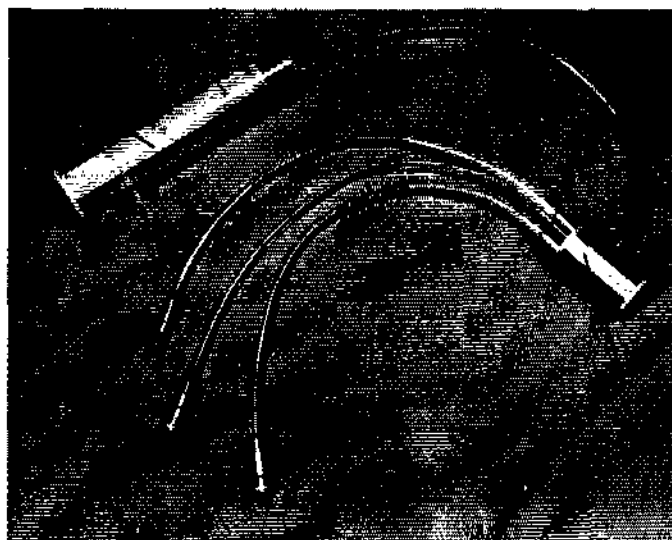

Рисунок 11 Устройство заполнения каналов УЗК
- при открытом резиновом клапане инструментального канала 21 (рисунок 1) вставить в него до упора разъем 4 устройства заполнения каналов (далее УЗК) (рисунок 11);
- при снятых с устройства видеоэндоскопического клапанах отсоса 17 и подачи воды и воздуха 18 (рисунок 1) вставить разъемы 2, 3 и 4 (рисунок 11 и 12) устройства видеоэндоскопического в отверстия, свободные от клапанов, до упора (рисунок 11 и 12);
- опустить устройство видеоэндоскопическое вместе с УЗК в дезинфицирующий раствор для обработки и заполнить им каналы, прокачав раствор 5-10 раз с помощью шприца 5 (рисунок 11), при этом всасывание раствора осуществляется через отверстие клапана на дне корпуса 1 УЗК;